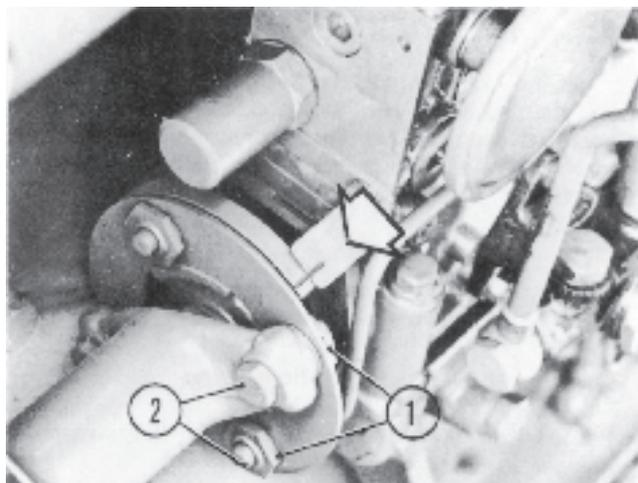

Fig. 118. Accouplement de pompe
3. Tourner la pompe dans le sens normal de rotation jusqu'à ce que le trait de repérage de l'accouplement de pompe coïncide avec le trait de repérage sur la plaque suivant la figure 118.
4. Monter la pompe d'injection. Lors du serrage, serrer les vis 2, figure 118.
5. Vérifier le calage de la pompe en tournant le moteur d'un demi-tour en arrière, ensuite dans le sens normal de rotation (jusqu'à la position d'allumage du cylindre 1). Vérifier la coïncidence de repères sur le volant et l'accouplement de pompe. Si un réglage est nécessaire, dévisser d'abord les vis (2) et tourner l'accouplement jusqu'à la position correcte. Effectuer toujours une vérification supplémentaire.